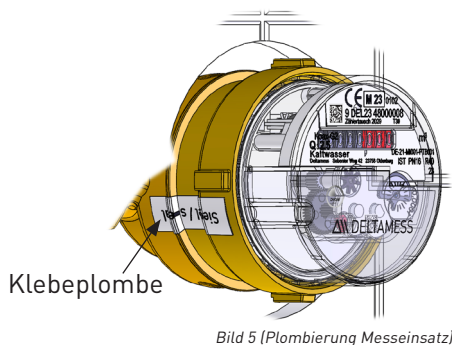

Bild 5 (Plombierung Messeinsatz)
- Messeinsatz mittels Klebplombe am Gehäuse sichern (*Bild 5*).